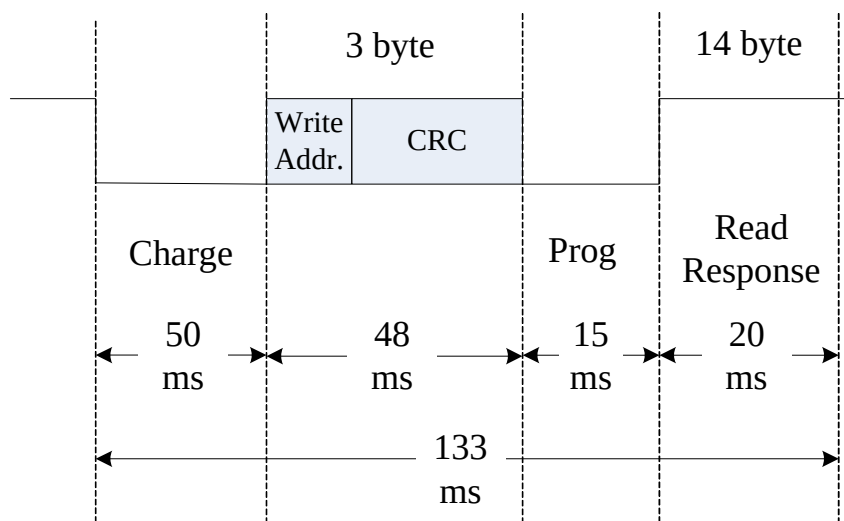

Figure 10
(1) 寫入時序請參閱 Figure 10，共送出 3 bytes，格式如下：